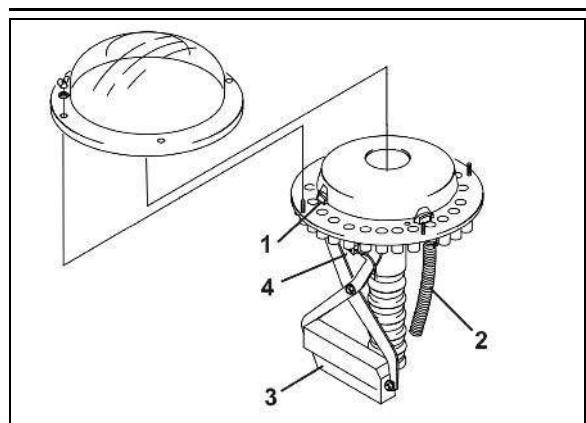

Рис. 61
- устройство переключения техколей закрывает в распределительной головке посредством заслонки (Рис. 61/1) подвод посевного материала к семяпроводам (Рис. 61/2) сошников техколеи;
Подача посевного материала к сошникам техколеи прерывается, как только электромотор (Рис. 61/3) закрывает соответствующие семяпроводы (Рис. 61/2) в распределительной головке.
Датчик (Рис. 61/4) проверяет, надлежащим ли образом работают заслонки (Рис. 61/1), открывающие и закрывающие семяпроводы (Рис. 61/2).